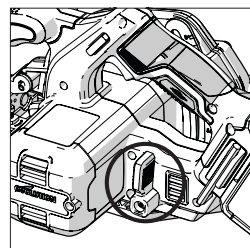

Abb.10
- Lösen Sie die Verriegelung für die Einstellung der Schnitttiefe, indem Sie den Bedienhebel nach oben ziehen. **(Abb. 10)**